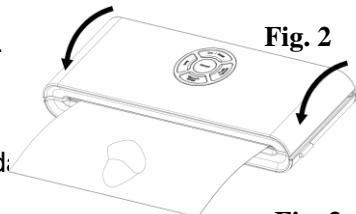

Fig. 2
3. Placera påsens ena ände över förseglingsremsan, men för inte in den i vakuumkammaren – **Fig. 2.**
4. Tryck ner locket på båda sidorna med båda handarna. Klicka på båda sidorna – Fig. 2